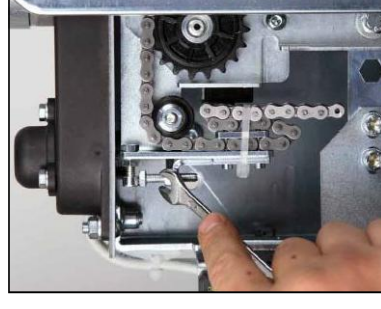

fig.13
10. Se la catena è troppo lunga, legarla o tagliarla (fig.13).